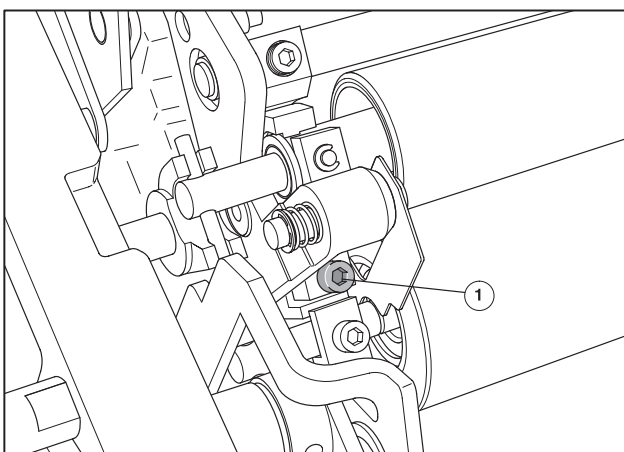

Рис. 21 Регулировка увлажняющего растирочного валика по отношению к накатному валику увлажнения
- ❶ Регулировочными винтами (Рис. 21/❶) на стороне привода и стороне обслуживания установите равномерную ширину полос краски по всей длине валиков в диапазоне от 1,8 до 2,2 мм.